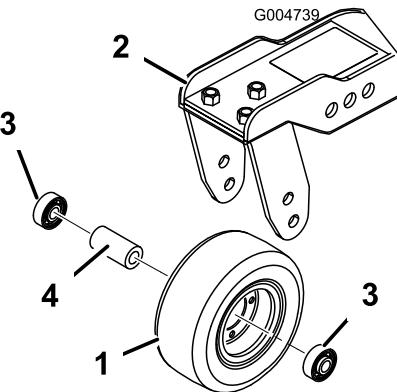
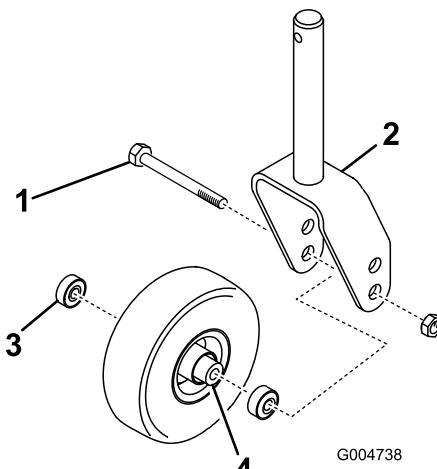

Figura 90
Figura 89
1. Togliete il dado di bloccaggio dal bullone che fissa il gruppo ruota orientabile alla forcella (Figura 89) o al braccio di rotazione (Figura 90). Afferrate la ruota orientabile ed estraete la vite a testa cilindrica dalla forcella o dal braccio di rotazione.
2. Togliete il cuscinetto dal mozzo della ruota e lasciate cadere il distanziale del cuscinetto (Figura 89 e Figura 90). Togliete il cuscinetto dalla parte opposta del mozzo della ruota.